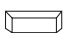

Рис. 8 Положение оператора при запуске двигателя
5.  Возьмитесь за переднюю рукоятку левой рукой. Поставьте правую ногу на нижнюю часть задней рукоятки и прижмите бензорез к земле (Рис. 8). Проверните коленчатый вал двигателя ручным стартером до тех пор, пока не почувствуете сопротивление, затем медленно опустите ручку стартера вниз. Снова медленно потяните за ручку стартера, пока не почувствуете, что стартер вошел в зацепление с маховиком, после чего, резко и с усили-
5.  Возьмитесь за переднюю рукоятку левой рукой. Поставьте правую ногу на нижнюю часть задней рукоятки и прижмите бензорез к земле (Рис. 8). Проверните коленчатый вал двигателя ручным стартером до тех пор, пока не почувствуете сопротивление, затем медленно опустите ручку стартера вниз. Снова медленно потяните за ручку стартера, пока не почувствуете, что стартер вошел в зацепление с маховиком, после чего, резко и